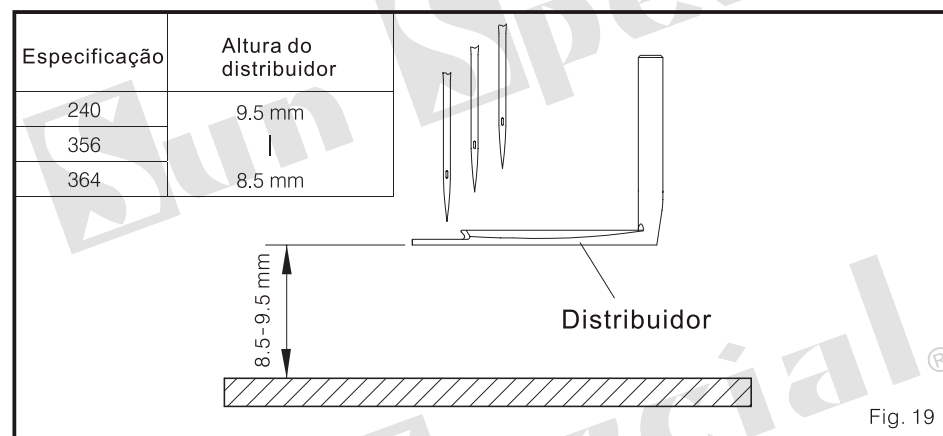
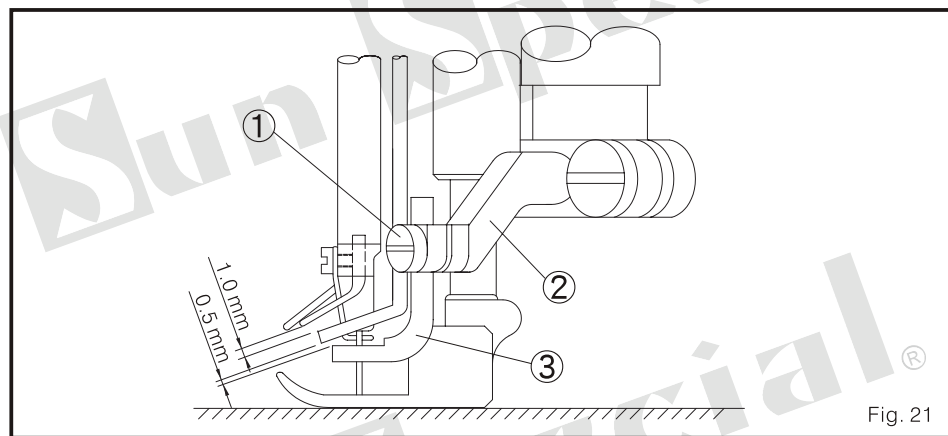

Fig. 19
Fig. 21
1. A altura do distribuidor está como é mostrado no Fig.19.
- (1) solta o parafuso 1, gira a barra do looper 2, e mova o distribuidor atrás de 3 e à frente. Fixe o parafuso 1, afinal de contas os ajustes. (Fig.21)
- (2) solta o parafuso 1, e move o distribuidor para cima 2 e debaixo de, ajustar o espaço à superfície da lâmina agulha, adquirir que para isto é mostrado no quadro no Fig.. 19. Então fixa parafuso 1. (Fig.21)